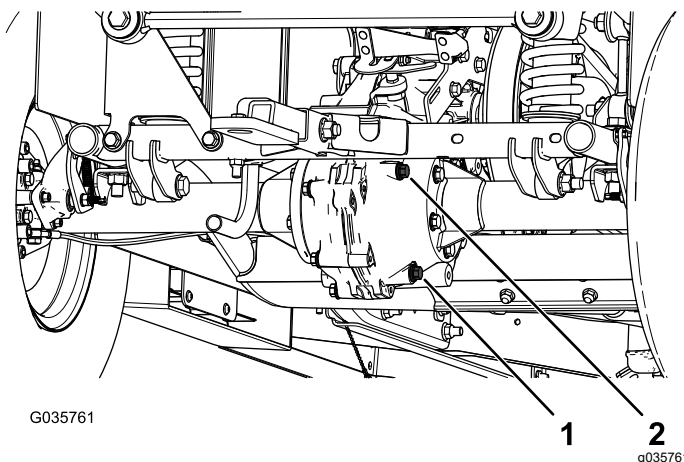

Figure 62
4. Enlevez le bouchon de remplissage de la boîte-pont (Figure 62).
5. Si le niveau de liquide est trop bas, enlevez le bouchon de remplissage et ajoutez le liquide spécifié jusqu'à ce qu'il ressorte par l'orifice (Figure 62).
1. Placez un bac de vidange sous le bouchon de vidange (Figure 62).
2. Enlevez le bouchon de remplissage et le joint (Figure 62).
3. Enlevez le bouchon de vidange et le joint et vidangez tout le liquide (Figure 62).